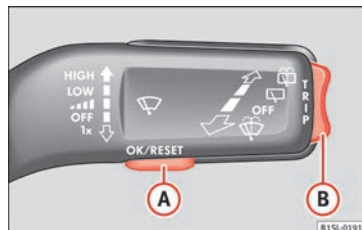

Fig. 26 Palanca del limpiaparabrisas: teclas de control.
- Si se visualiza un mensaje o el pictograma del vehículo, pulse la tecla **OK/RESET** (» fig. 26 A).
- Pulse la parte superior o inferior de la tecla basculante » fig. 26 B hasta que aparezca el punto de la indicación deseado.